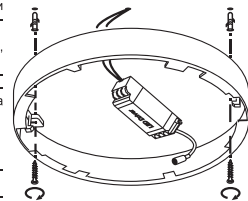

Рис. 3
- 6. Установите накладное кольцо на поверхность при помощи 2-х отверстий (Рис. 3).
6. Встановіть накладне кильце на поверхню за допомогою 2-х отворів (Рис. 3).